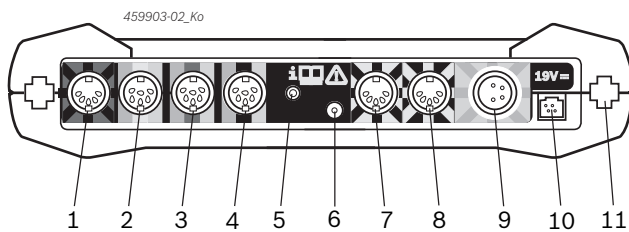

Fig. 2: Morsetti di collegamento FSA 500 (dal basso)
Per il collegamento vedi fig. 2, pos. 6.
5. Collegare i sensori agli appositi connettori dell'unità di misurazione (vedere fig. 2).